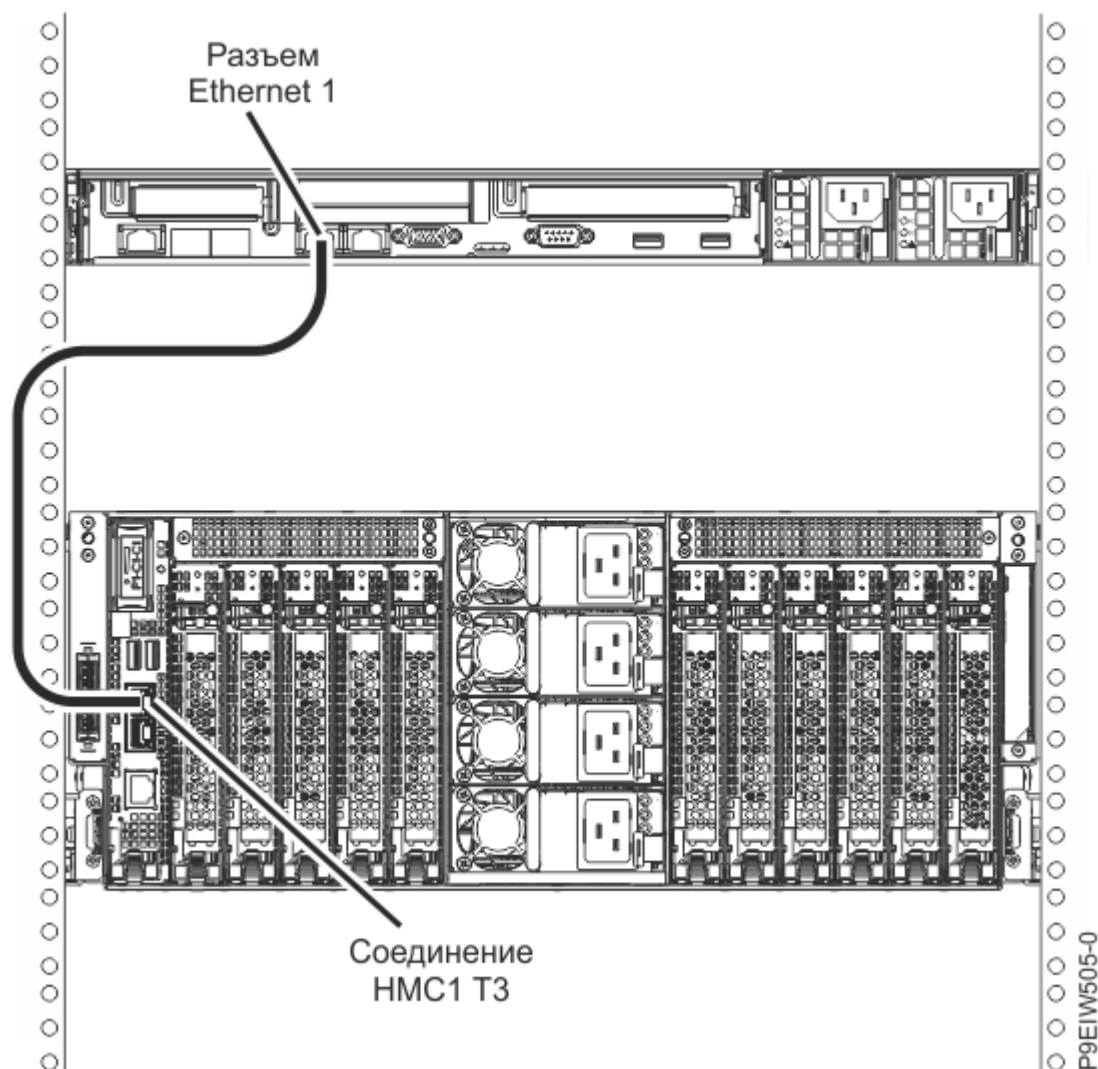

Рисунок 33. Подключение HMC напрямую к управляемой системе
1. Если НМС нужно напрямую подключить к управляемой системе, то подключите **разъем Ethernet 1** на НМС к порту **НМС1 (Т3)** управляемой системы, как показано на Рисунок 33 на стр. 37